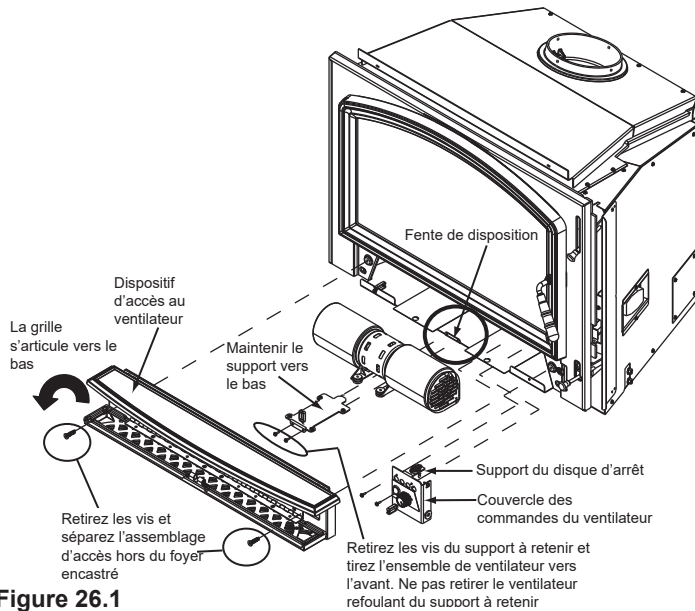

Figure 26.1
1. La grille sur le dispositif d'accès au ventilateur refoulant est articulée. Faites pivoter la grille vers le bas pour exposer les 2 vis (**Figure 26.1**).